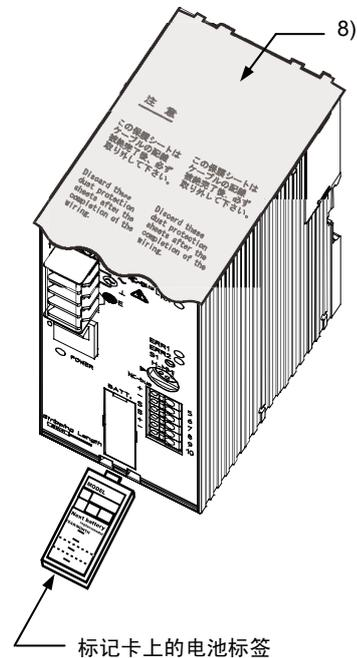

图 11 电池标签和保护用纸条
- 8) 接通电源之前，应剥去贴在产品上面的保护用纸条（参见图11）。